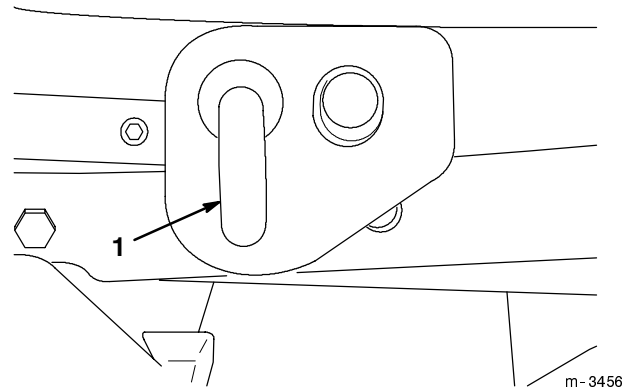

Figure 23
10. Tirer les deux tiges coudées des bras de relevage du plateau, et les tourner légèrement pour qu'elles restent dégagées (Fig. 23).